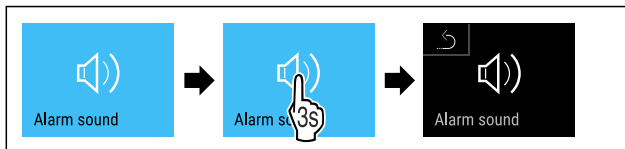

Fig. 93
- ▶ Wykonać czynności (patrz Fig. 93).